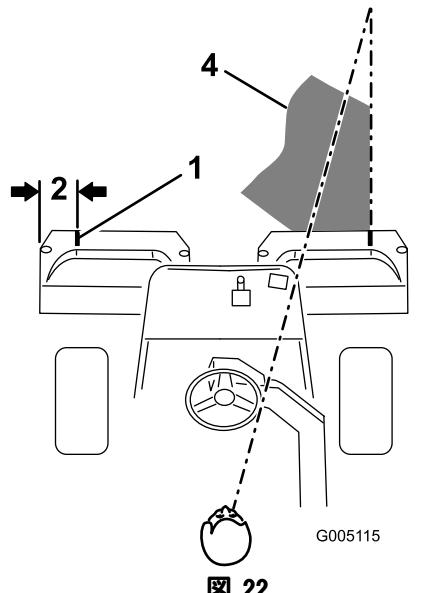
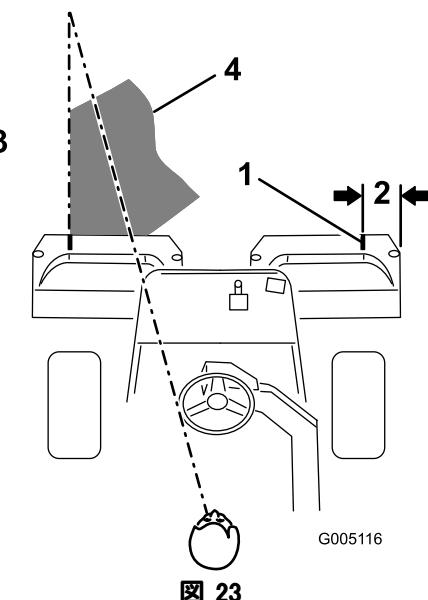

図 22
図 23
2. その位置に白色テープか白ペンキで集草箱の縁と平行に目印を入れる（図 22）。
3. 行きと帰りでのオーバーラップができるだけ小さくなるように運転します。隣の列との距離を一定に保って直進するには、本機の前方約2~3mを視野に捕らえておくのがポイントです（図22および図23）。ハンドルを目印にして距離を合わせても良いでしょう。その場合、ハンドルの縁と本機
前方の目標ラインとを重ねて見ながら運転します（図 22および図 23）。